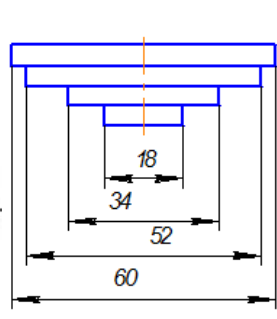

Рис.1.6
8. При большом количестве параллельных или концентричных размерных линий числа смещают относительно середины в шахматном порядке (рис. 1.6)